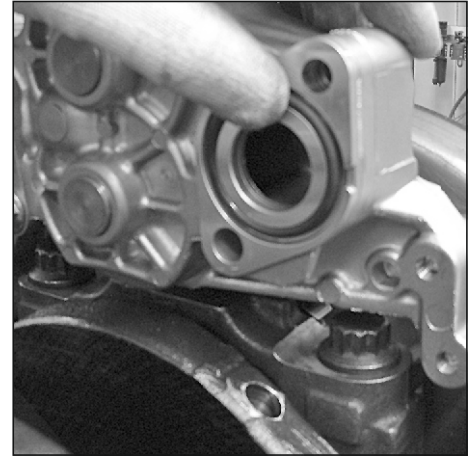

Рис. 112. Установка кольца резинового в насос масляный.
3. Установить кольцо резиновое в насос масляный (см. Рис. 112).